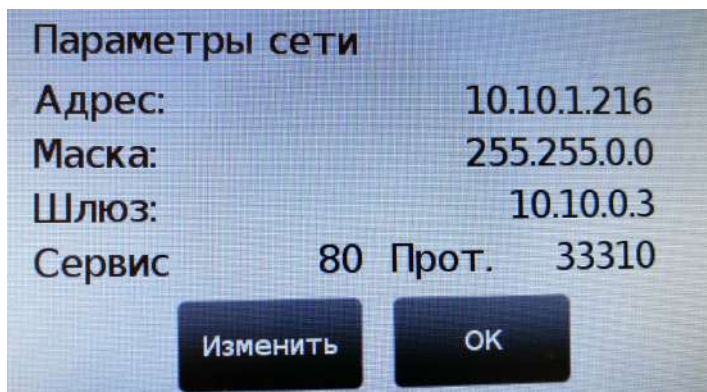

Рис. 8.7.2. Сетевые параметры Преобразователя.
8.7.2. В открывшемся окне будет выведена информация о текущих сетевых параметрах Преобразователя, см. рис. 8.7.2.
8.7.4. Для изменения значения сетевых параметров нажмите на кнопку «Изменить», см. рис. 8.7.2, стр. 16.
8.7.5. После контроля/изменения значения параметра «Порт протокола» (см. рис. 8.7.7, стр. 19) нажмите на кнопку «Ввод» и откроется окно информация о текущих сетевых параметрах Преобразователя, см. рис. 8.7.2, стр. 16.